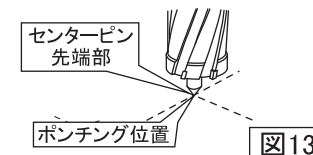

図13
(4) ポンチング位置にセンターピン先端部を合わせ位置決めを行い、磁石用スイッチを入れ鋼材に本体を固定します。(図13)